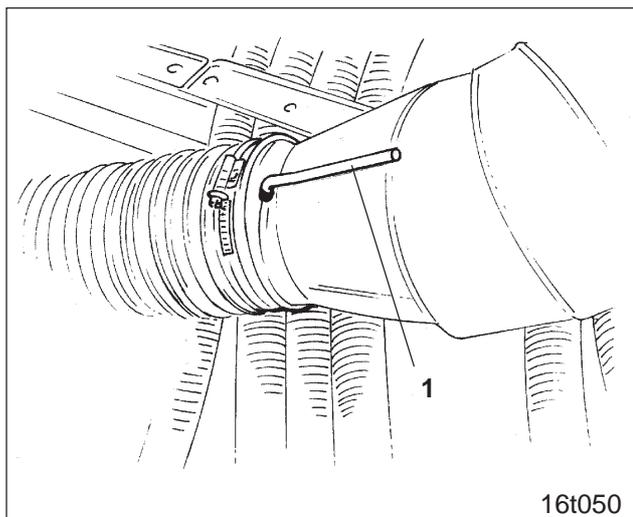

Fig. 9.9
La manette (fig. 9.9/1) du clapet de réduction peut être réglée sur deux positions :
- clapet ouvert : (voir fig. 9.9)**